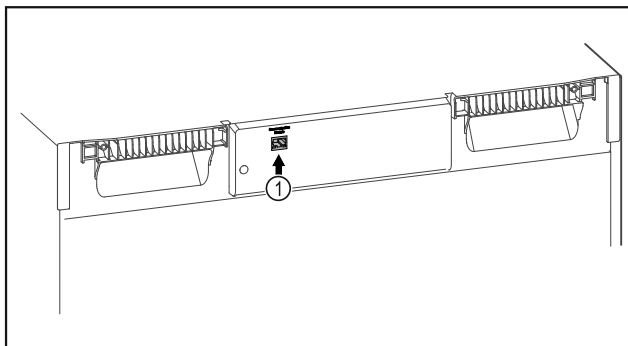

Fig. 110
- SmartModule Fig. 110 (1) встановлено.